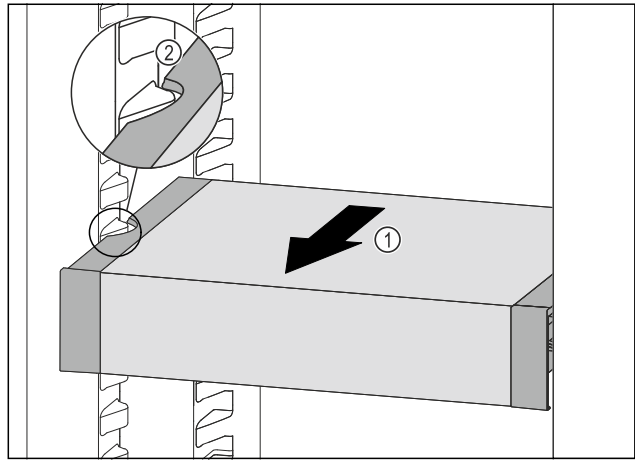

Fig. 237
- Tirer le VarioSafe vers l'avant Fig. 237 (1) jusqu'à ce que les encoches latérales du VarioSafe se trouvent au niveau de la nervure du bac dans la partie réfrigérateur.